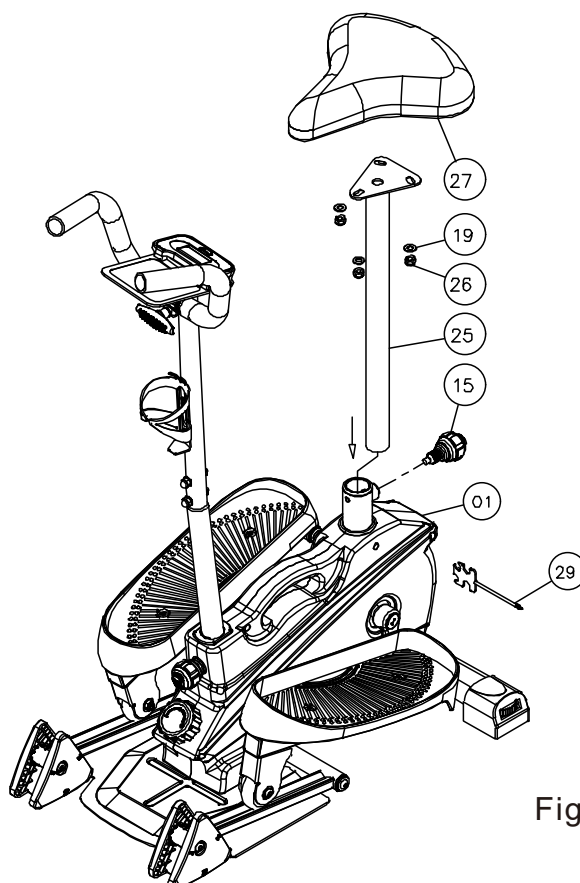

Figure 11
11. Utilisez 3 écrous de blocage 26 et une rondelle plate 19 pour fixer le coussin de siège 27 sur le support de siège 25. Ensuite, installez-le sur l'ensemble du cadre principal 01 dans la direction indiquée par les flèches, et verrouillez-le avec une poignée à ressort à tête sphérique 15. Comme illustré sur la Figure 11 :